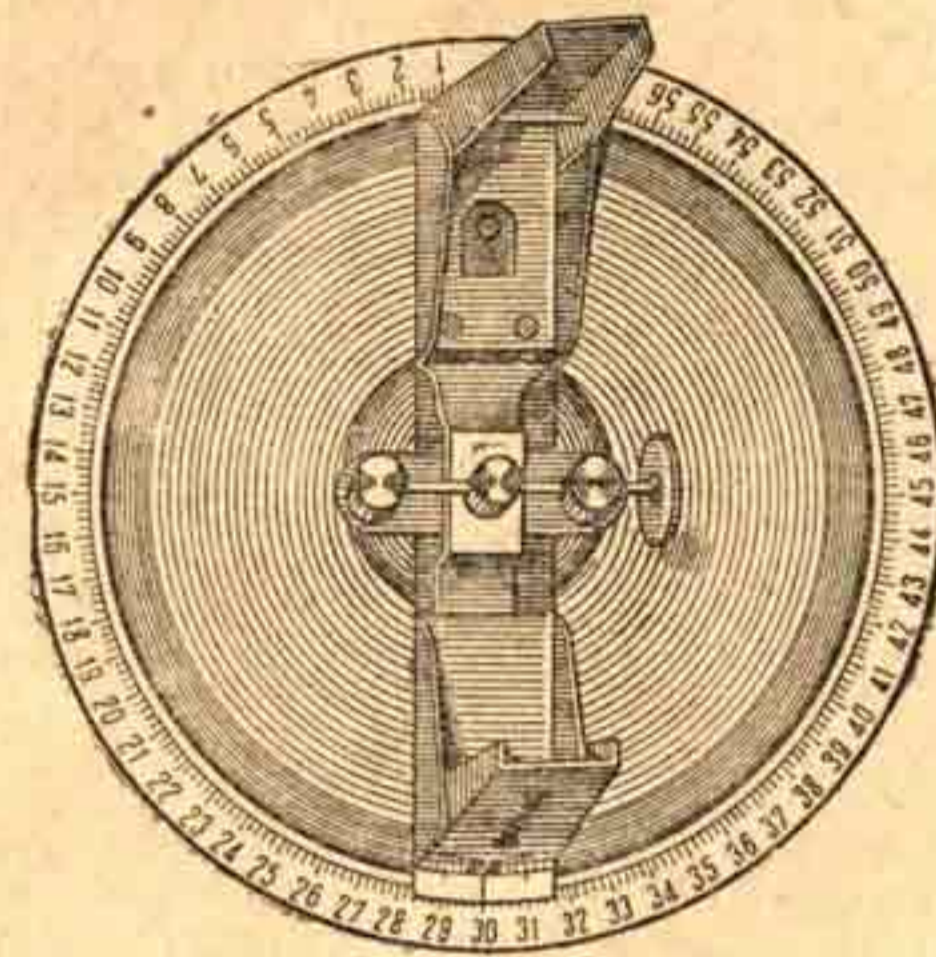

Рис. 96. Угломерный круг с визирной линейкой.
**Угломер** состоит из **круга** (стола) и **визирной линейки** (рис. 96). Угломерный круг разделен длинными черточками по наружному краю на 60 равных частей, помеченных цифрами от 0 до 59 в направлении, об-
ратном движению часовой стрелки. Каждое такое большое деление включает 100 тысячных. Оно в свою очередь разделено короткими черточками на пять малых делений по двадцать тысячных каждое (рис. 96).